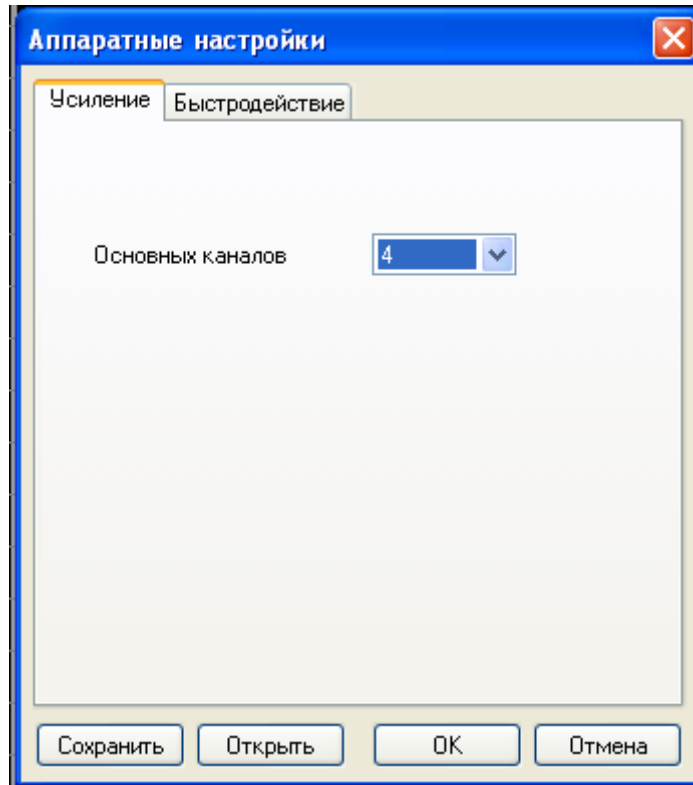
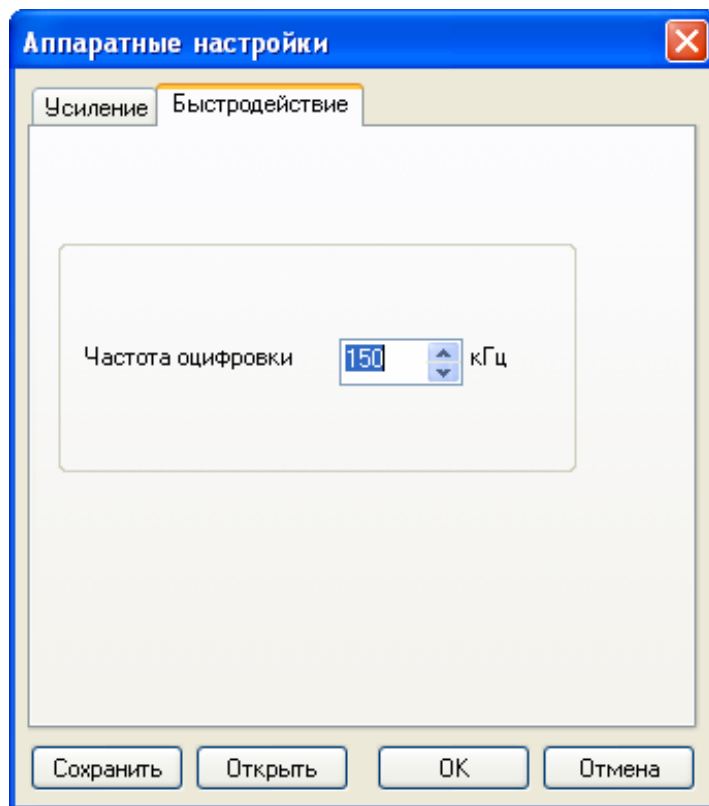

Рис.7
Рис.8
5.3.1. Окно **Аппаратные настройки** содержит страницы **Усиление** (рис.7), **Быстродействие** (рис.8) и предназначено для управления в режиме **Сбор** параметрами работы аппаратной части дефектоскопа, а именно коэффициентом усиления (1; 4; 16; 64), а также частотой оцифровки (от 1 до 400 кГц).